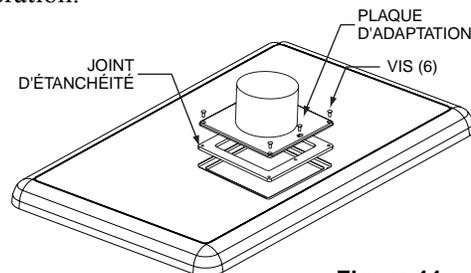

Figure 11.
2. Installez l'adaptateur d'aération tel qu'indiqué dans la figure 11. Assurez-vous que les trous du joint d'étanchéité, de la plaque d'adaptation et le couvercle du chauffe-eau sont bien alignés avant de visser les six (6) vis incluses dans l'ensemble pour adaptateur d'aération.